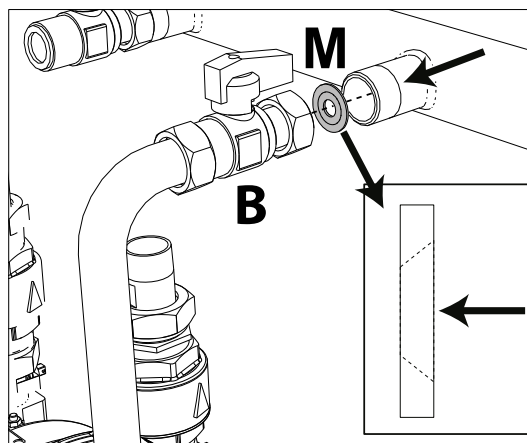

fig. 71 - Ugello per utilizzo con GPL
8. Nel caso di **trasformazione a GPL**, è necessario inserire l'ugello “M” tra il rubinetto “B” e il collettore gas (fig. 71).
ATTENZIONE: l'ugello “M” (vedi fig. 71) **non deve** essere inserito con l'apparecchio funzionante a Gas Naturale.